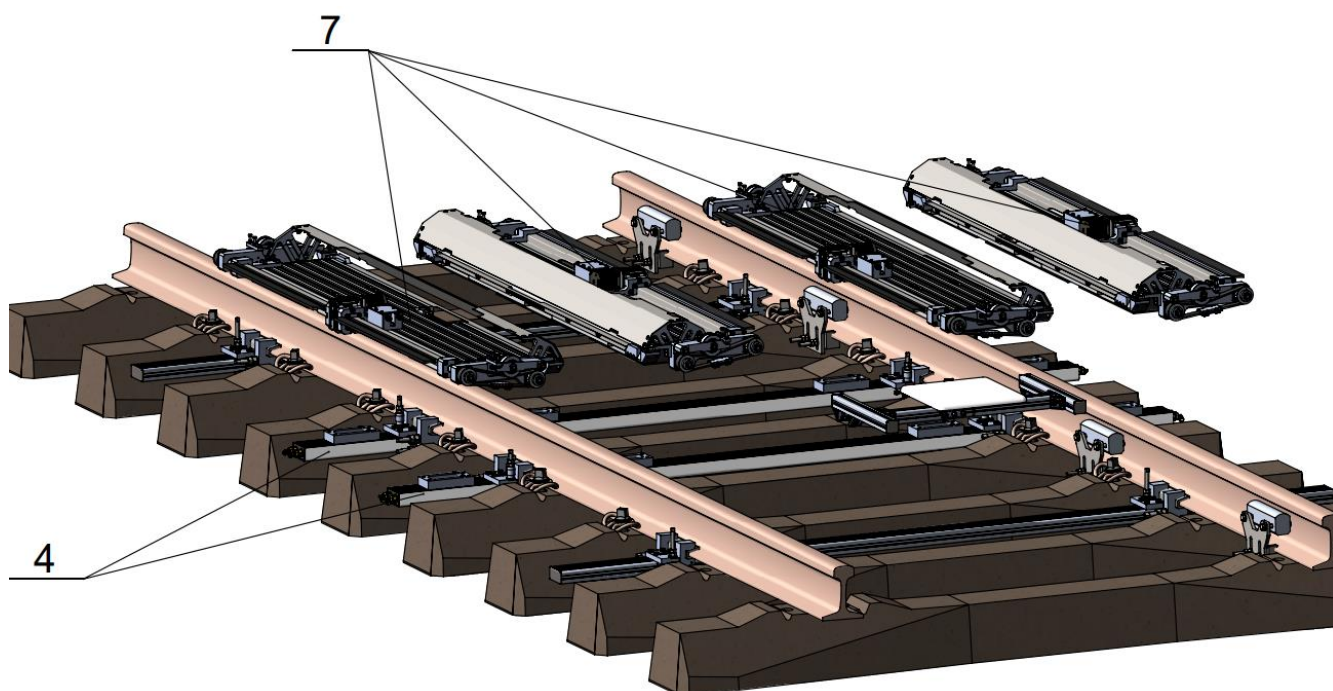

Figura 46 - Apoio às Instruções de montagem do Sistema – Passo 3
5. Instale os scanners pos.10 e aperte os fixadores (parafuso DIN 912 M6, usando chave sextavada de 5 mm). Ver figura 46 e, para visualização mais detalhada, desenhos DE-9.86.OX.33_710-001-1.